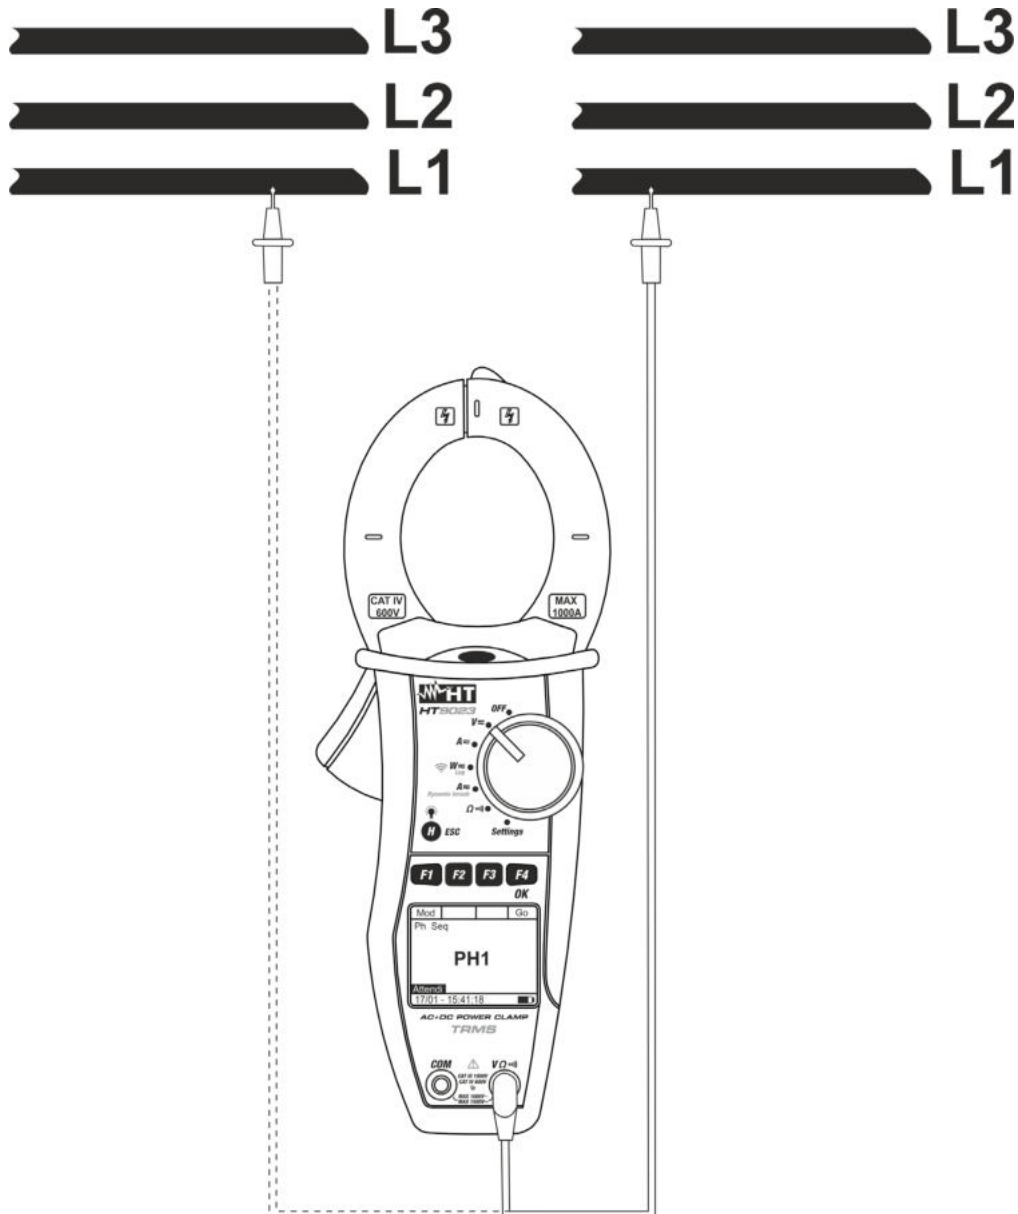

Fig. 8: Verifica della concordanza delle fasi
2. Inserire il cavo rosso nel terminale di ingresso  $V\Omega$  e posizionare il puntale **sulla fase L1 della prima terna trifase** del circuito in esame (vedere Fig. 8)
5. Lo strumento mostra il messaggio "**PH2**" e attende il rilevamento della fase L1 della seconda terna trifase. Collegare il puntale rosso **alla fase L1 della seconda terna trifase** (vedere Fig. 8)